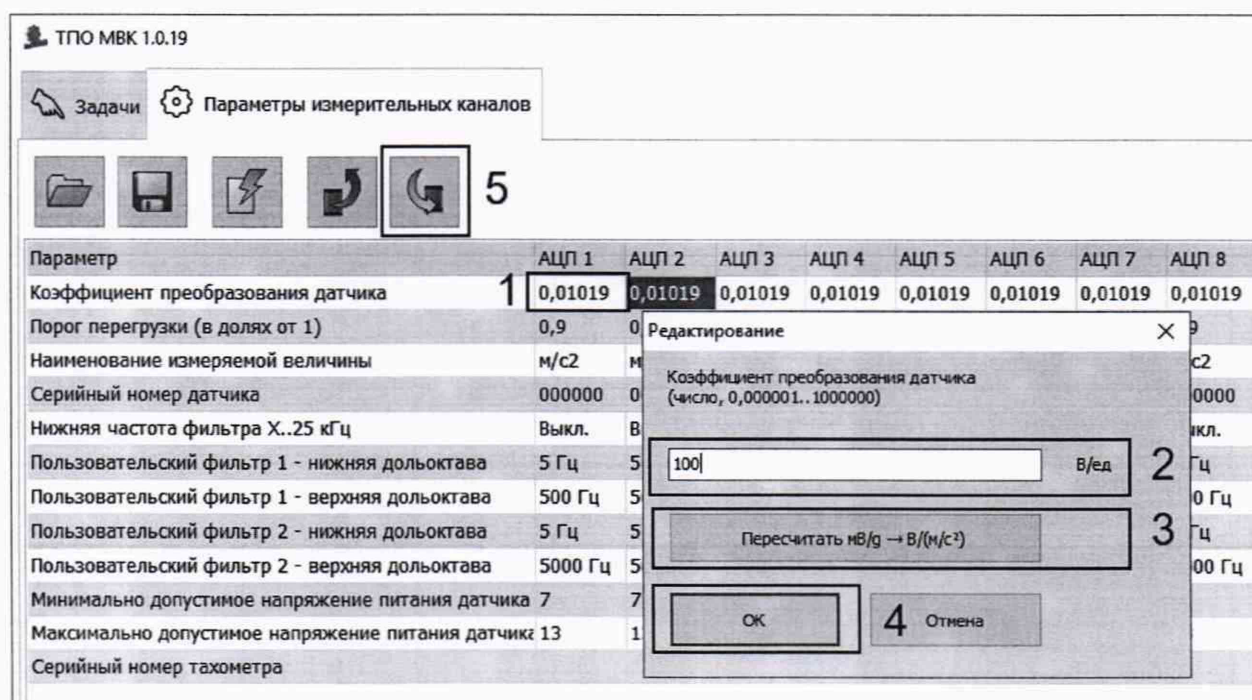

Рисунок 5-5.
2. Во вкладке «Параметры измерительных каналов» в строке «Коэффициент преобразования датчика» дважды нажать левой кнопкой мышки на ячейку с установленным коэффициентом преобразования – рисунок 5-5 поз.1
3. В появившемся окне «Редактирование» ввести значение 100, после чего нажать кнопку «Пересчитать мВ/г → В/(м/с2)» – рисунок 5-5 поз.3, далее нажать кнопку «ОК» – рисунок 5-5 поз.4
5. Нажать кнопку «Запись новых параметров в прибор» – рисунок 5-5 поз.5